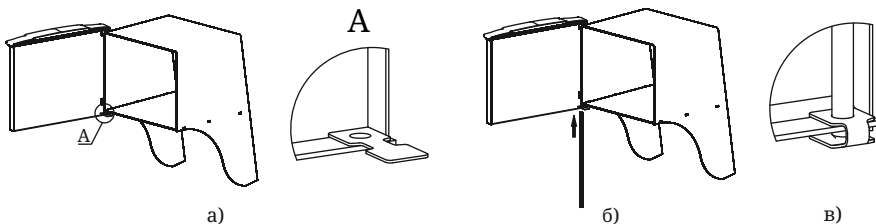

Рисунок 7. Установка дверцы при монтаже печи
совместив отверстия (рисунок 7.а);
3. Совместите отверстие упора с нижним отверстием каркаса, при этом упор должен располагаться внутри каркаса (рисунок 7.а);
3. Вставьте ось через отверстия снизу вверх (рисунок 7.б),
4. Подогните упор, фиксируя конец оси между площадками упора (рисунок 7.в).